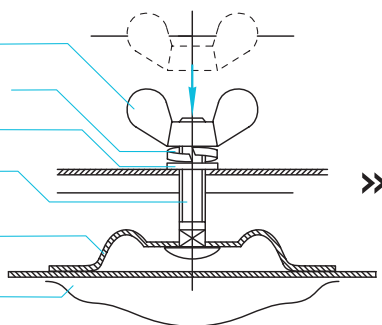

РИСУНОК 4
8. Выставьте ванну горизонтально с помощью уровня, регулируя болты М10х50 с гайками М10 (см. рис. 4). Дно ванны имеет естественный уклон в сторону сливного отверстия в целях исключения застоев воды. Затяните гайки М10.